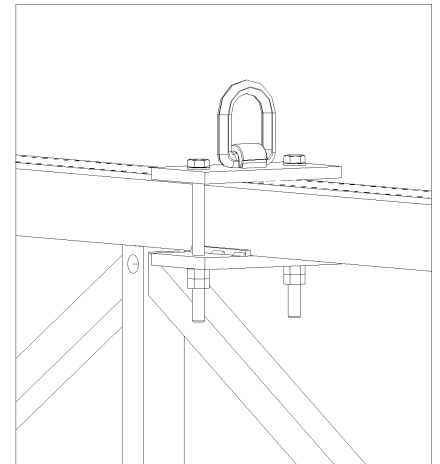

Fig. A1.04
4. Pour les deux boulons, serrer l'écrou supérieur. Tout en le maintenant avec une clé, serrer le deuxième écrou contre lui. (Fig. A1.04)